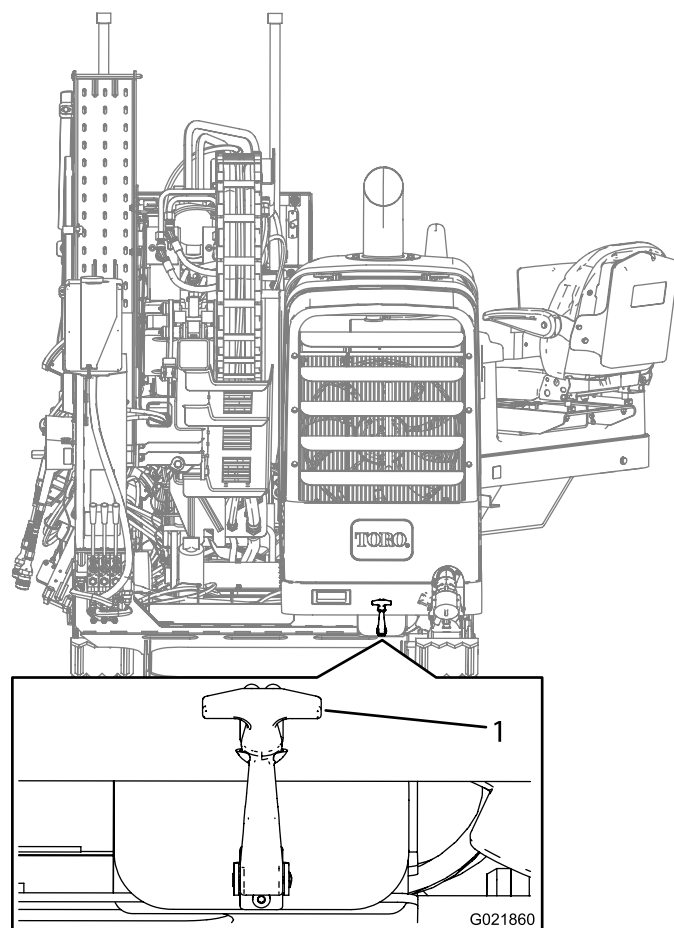

Figura 95
2. Puxe para fora o fecho (Figura 95).